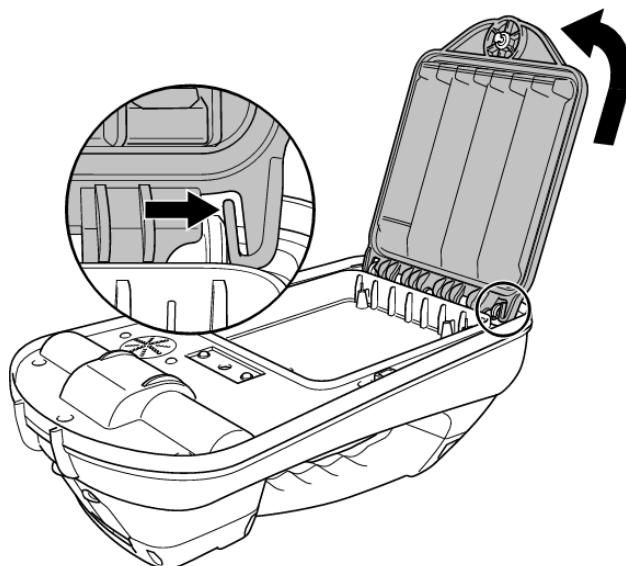

図 4.10: リリースキャッチを押し、電池パックを持ち上げる
- 3 保持キャッチ（図4.10）を軽く押して外し、電池パックを持ち上げます。